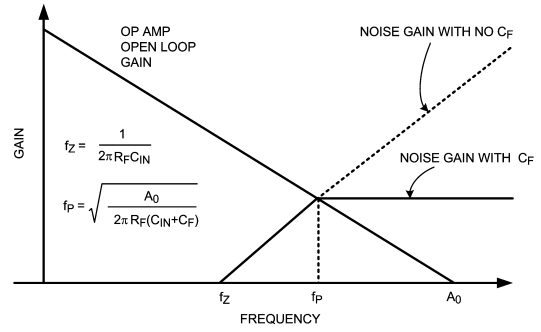

FIGURE 9. C_F Selection for Stability
最大限フラットな応答を得るのに重要な部品は帰還コンデンサ C_F です。アンプ入力部分の容量 C_{IN} と帰還コンデンサ R_F の組み合わせると位相遅れが生じ、それがゲインピークを招いて回路が不安定になります。 C_{IN} は通常は単に C_D と C_{CM} の合計です。帰還コンデンサ C_F は回路のノイズ・ゲインにポール f_p を形成し、それによって R_F と C_{IN} の組み合わせで形成されたノイズ・ゲイン f_z のゼロをニュートラルにします。ポールの最適な配置を行うと、 C_F により形成されたノイズ・ゲインのポールはアンプのユニティ・ゲインが得られるまでゲインの傾きが 20dB/decade になるため、回路の安定性が確保されます。 Figure 9 に示すように、 f_p はノイズ・ゲインがオペアンプの開ループ・ゲインと交差するポイントと一致するように配置します。この場合、 f_p はトランスインピーダンス・アンプの総合 3dB 周波数です。 C_F の値には式 (3) で得られた値を入れます。 C_F の値が大きいと帯域が大幅に狭くなり、反対にその値が小さいとゲイン・ピーキングを抑えられず、不安定になります。